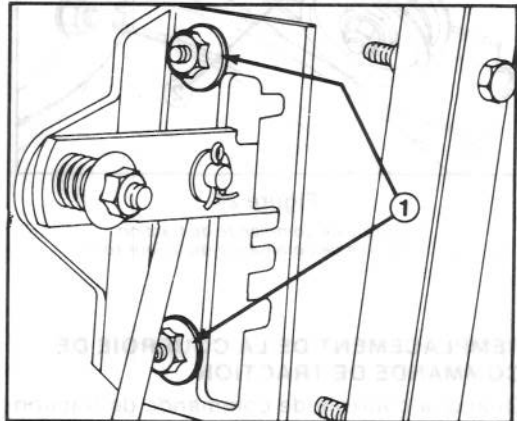

Figure 29
2. Desserrez les écrous à collerette qui fixent la plaque du sélecteur à la plaque de commande. Cela vous permettra de déplacer la plaque du sélecteur pour faciliter le réglage (Fig. 29).